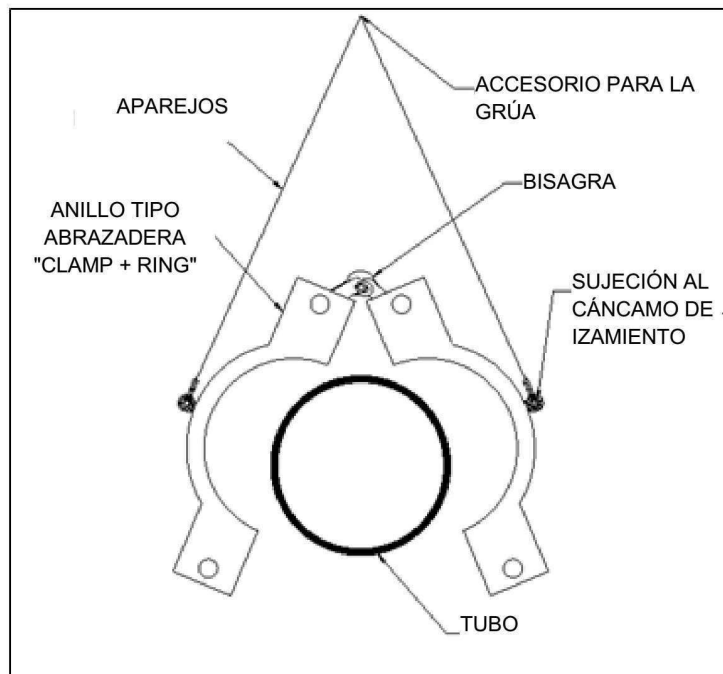

Figura 9
4. Sujete los aparejos del tamaño apropiado, como cadenas, cables o correas, a un punto único de sujeción de la grúa. El aparejo debe ser lo suficientemente largo como para que no interfiera con la apertura y cierre del accesorio como se muestra en la Figura 9.
5. Levante el accesorio por el punto único de sujeción de la grúa. El anillo tipo abrazadera "Clamp+Ring" se abrirá como se muestra en la Figura 9.